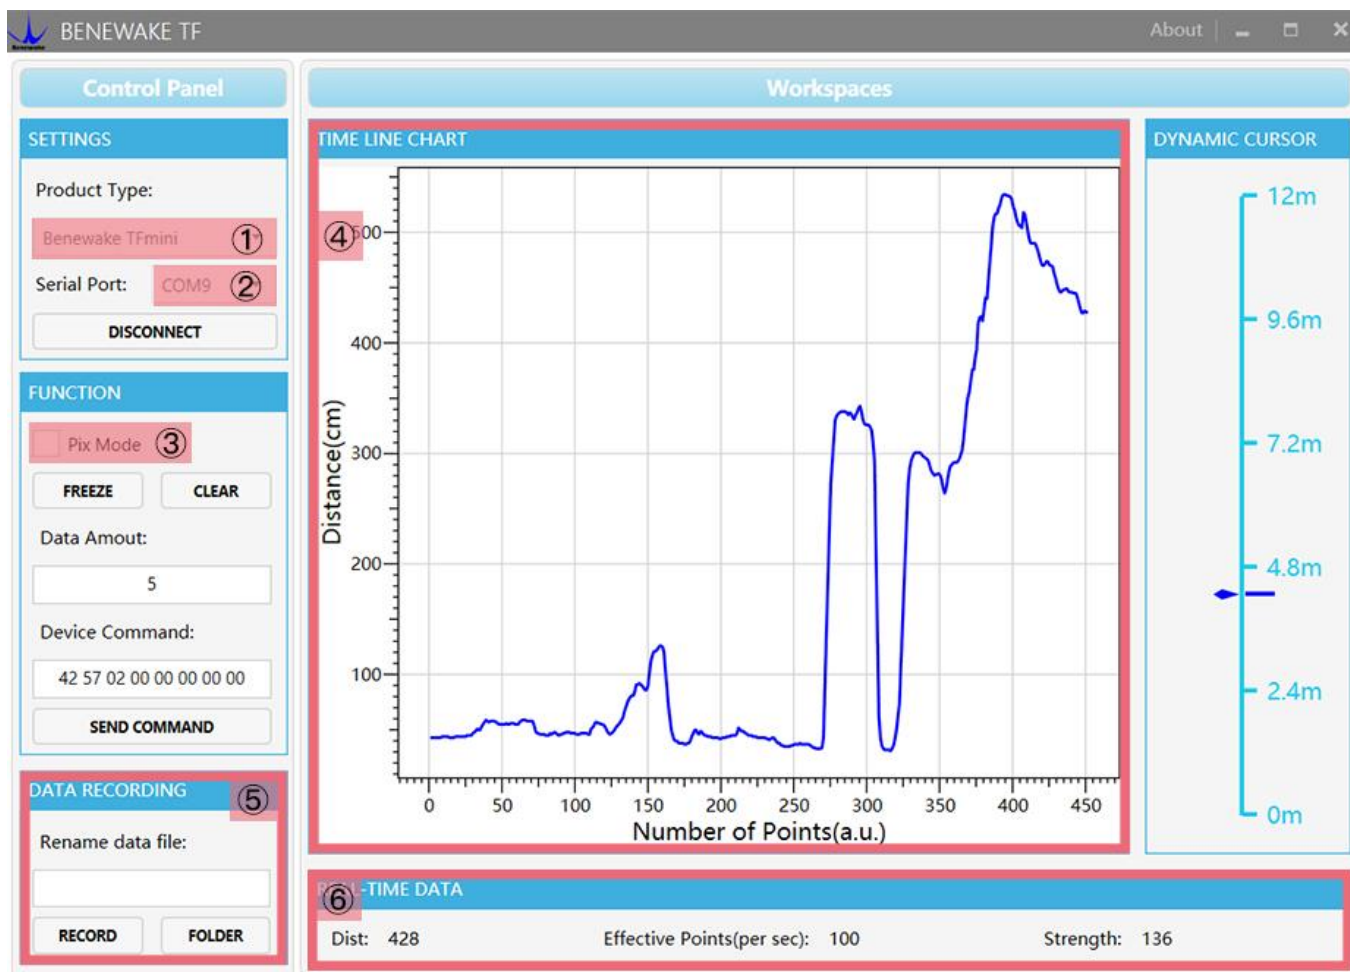

图 7 上位机界面及显示
③ 上位机连接与读数
如图 7，打开 TF 上位机，选择『① Benewake TFmini』，并选择自动识别的占用串口（这里是『② COM9』）。